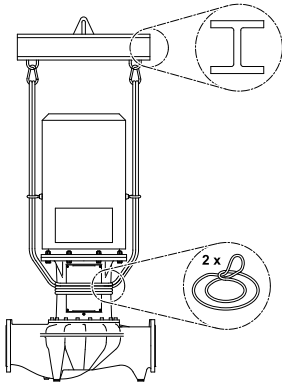

Fig. 32: Zaczepianie zawiesi
- W celu podniesienia pompy za pomocą żurawia należy ją obwiązać odpowiednim pasem w sposób przedstawiony na rysunku (Fig. 32/33). Utworzyć pętlę, która zostanie zaciśnięta pod wpływem masy własnej pompy.